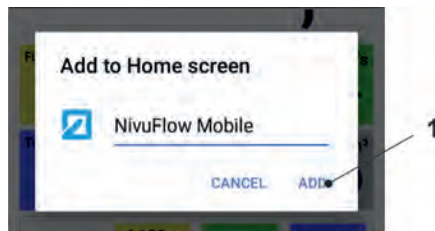

Fig. 29-8 Confirmez Ajouter
9. Confirmez avec « Ajouter » (Fig. 29-8 n° 1).